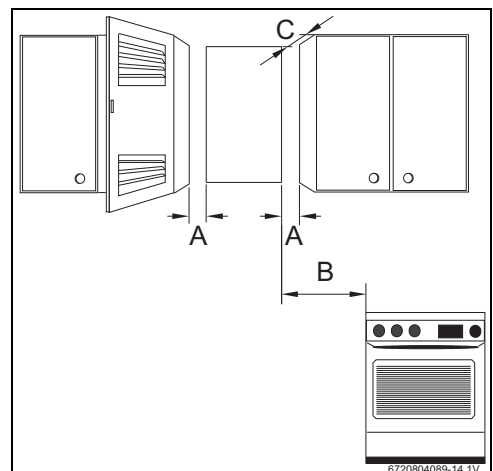

Bild 18 Mindestabstände
- Die in Bild 18 angegebenen Mindestabstände einhalten.
- Freien Zugang für Wartungsarbeiten sicherstellen und hierfür die in Abbildung 18 angegebenen Mindestabstände einhalten.